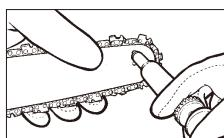

Fig. 20
3. Folosind pistolul de lubrificare (optional) introduceți acul în orificiul de lubrificare și injectați unsoră până la apariția acestuia pe marginea exterioară a pinionului (Fig. 20).